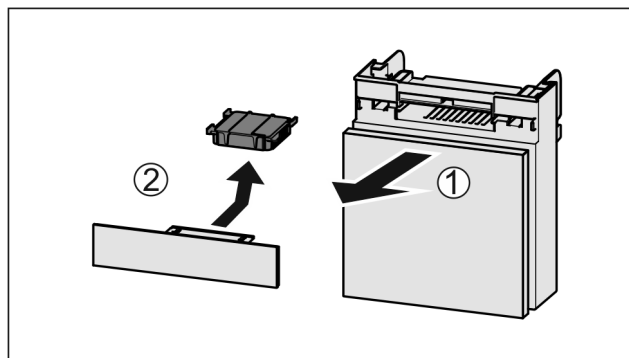

Fig. 153
- ▶ Вытянуть Fig. 153 (1) отделение движением вперед.
- ▶ Извлечение Fig. 153 (2) фильтра с активированным углем.